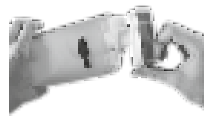

Abbildung 9:
- Ziehen Sie den unteren Tankverschluss aus dem Tank und entleeren Sie ihn über die Öffnung im Boden (siehe Abbildung 9). Spülen Sie den Tank mit klarem Wasser aus (siehe Abbildung 10). Führen Sie keine harten Gegenstände wie z.B. eine Spülbürste in den Tank ein, da dieser dadurch beschädigt werden kann.